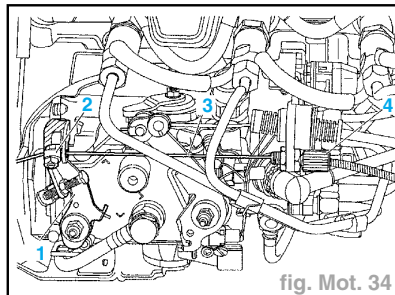

fig. Mot. 34
- Vérifier que le levier (1) est en butée à droite (fig. Mot. 34).
- Sinon rapprocher la tension du câble (3) par le serre-câble (2) (couple de serrage $0,5 \text{ daN.m}$).
- Achever la tension par le tendeur de gaine (4).